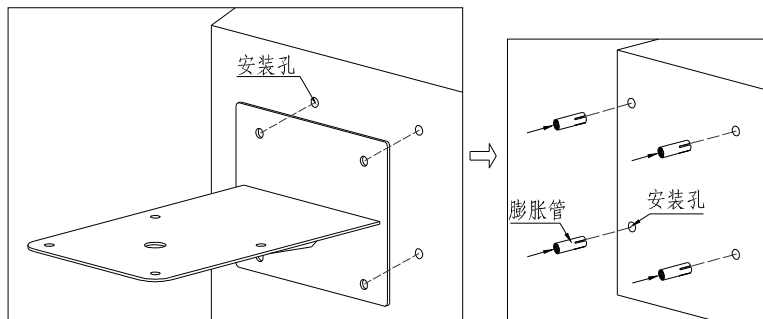

图 7
1) 从包装内取出壁装支架，用壁装支架的底盘为样板，用冲击电钻在安装表面上钻 4 个 M8 金属膨胀螺栓的安装孔，分别装上膨胀管（如图 7 所示）；